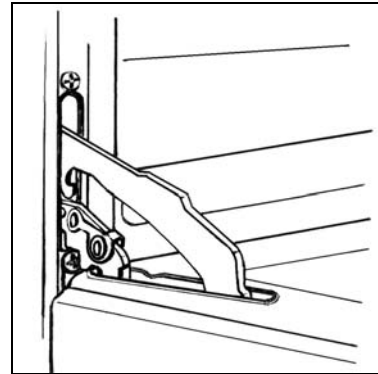

fig. 12
- tournez les deux pièces de blocage sur les bras des charnières complètement vers le haut (fig. 12)